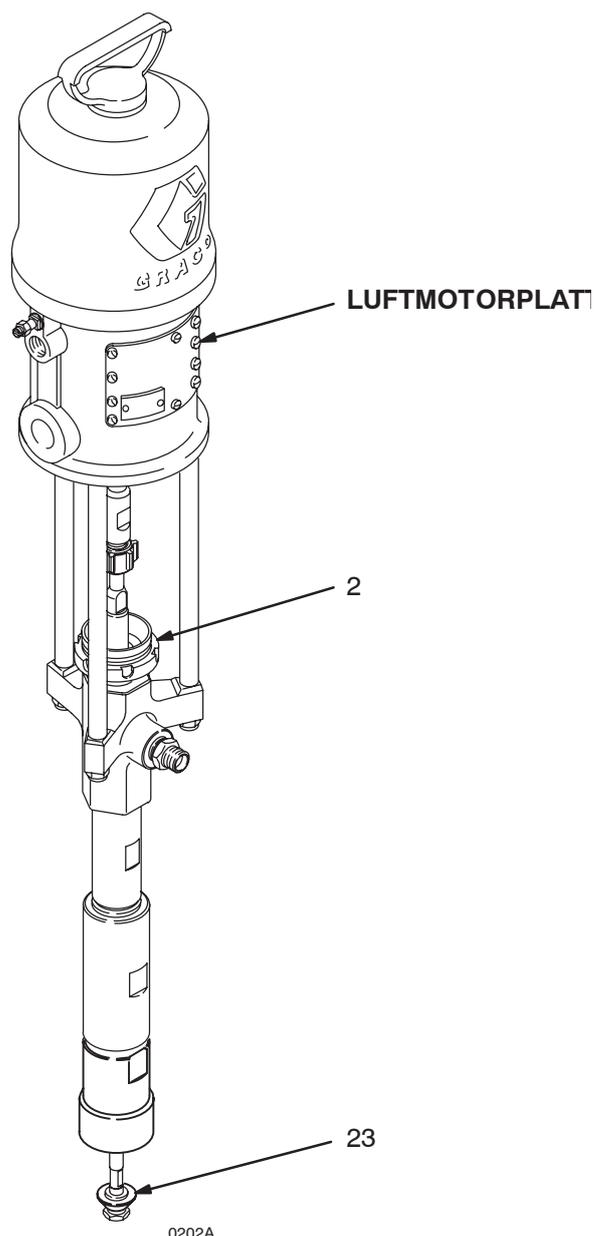

Abb. 2
1. Packungsmutter/Nassbehälter (2) zu 1/3 mit Graco TSL-Flüssigkeit oder einem verträglichen Lösemittel füllen. Siehe Abb. 2.
Bewegliche Teile können Finger oder andere Körperteile einklemmen oder abtrennen. Während des Betriebes der Pumpe sind der Schöpfkolben (2) (am Pumpeneinlass) und der Luftmotorkolben (hinten den Luftmotorplatten) in Bewegung. Siehe Abb. 2. Daher NIEMALS die Pumpe ohne Luftmotorplatten betreiben, und Hände und Finger stets vom Schöpfkolben fernhalten.